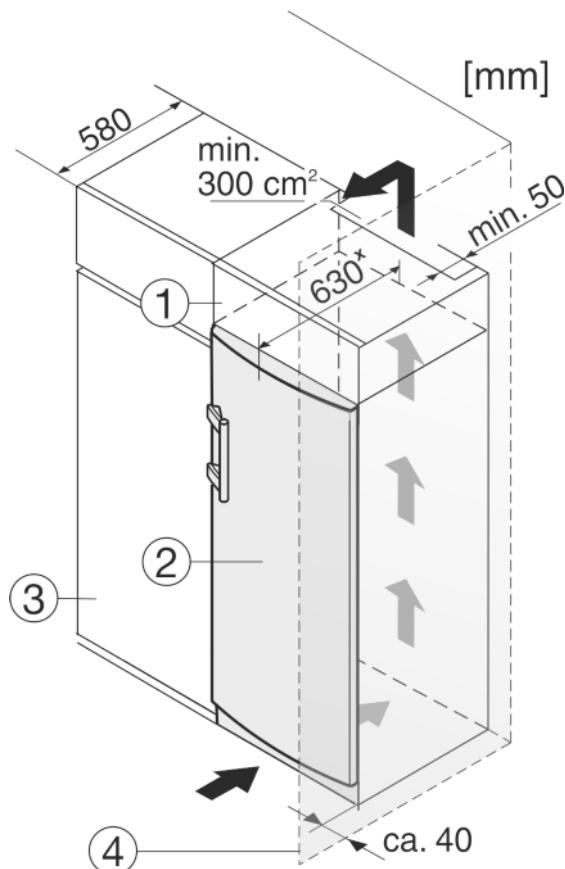

Fig. 11
Пристрій можна комбінувати з кухонними шафами. Для того, щоб пристрій Fig. 11 (2) вирівняти по висоті кухонної секції, на пристрій можна встановити антресольну секцію Fig. 11 (1).
У разі комбінування з кухонними шафами (максимальна глибина 580 мм) пристрій можна встановлювати безпосередньо поряд із кухонною шафою Fig. 11 (3). Пристрій виступає збоку на 34 ммx і посередині на 50 ммx відносно передньої панелі кухонної шафи.
Якщо пристрій встановлюється поряд зі стінкою Fig. 11 (4), відстань між пристроєм та стінкою повинна бути не менше 40 мм. Це відповідає необхідній відстані для ручки після відкривання дверцят.